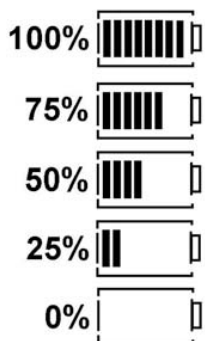

Fig. 6: Stato di carica batterie
Lo stato attuale di carica delle batterie viene sempre visualizzato sul display LCD (fig. 5, pos. 5). Il numero delle barre mostra lo stato di carica delle batterie in percentuale (fig. 6).